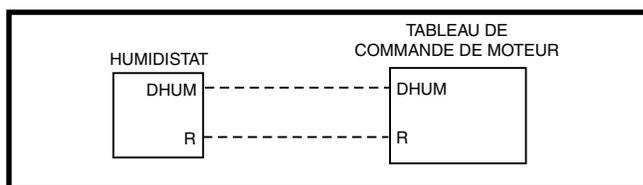

Figure 10. Configuration du câblage de déshumidification
1. Si le thermostat de la pièce intègre un capteur d'humidité et une sortie **DHUM**, branchez la sortie **DHUM** du thermostat à la borne **D** du tableau de commande du moteur. Voyez la Figure 10.